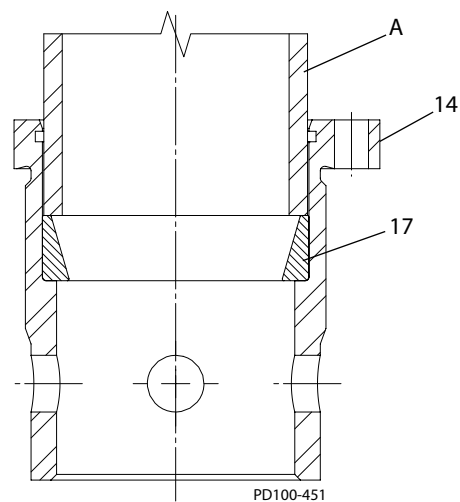

Figura 46: Haga presión sobre la copa del cojinete trasero
1. Haga presión para instalar la copa del cojinete trasero (Figura 46, renglón 17) en la carcasa del cojinete (elemento 14) con el uso de una herramienta de empuje (elemento A).